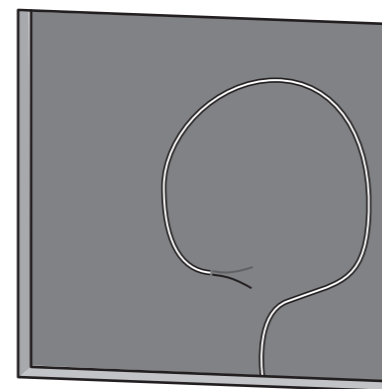

Fig. 13. Speaker Wire
3. Leid de luidsprekerkabel van uw versterker naar deze locatie en laat voldoende speling over voor de aansluiting (Afb. 13).